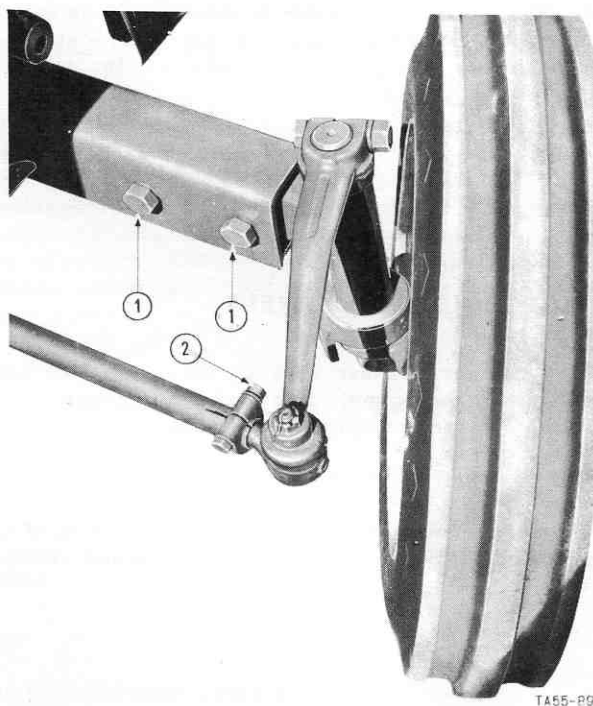

Fig. 13 - Réglage de l'essieu avant
2. Enlevez les deux boulons "1" (fig. 13) de chaque côté de l'essieu.